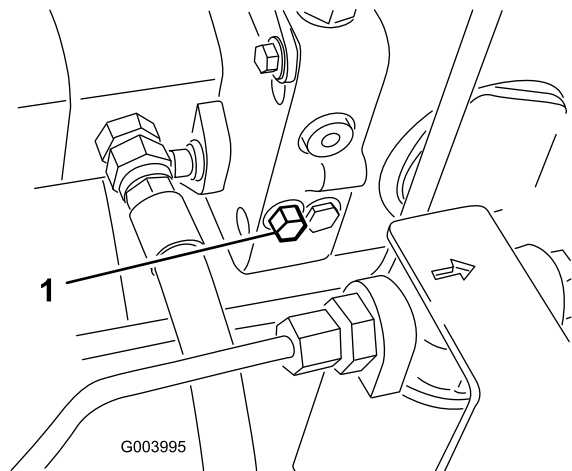

Figura 40
1. La válvula de desvío está situada en el lado izquierdo del hidrostato (Figura 40). Gire el perno una vuelta y media para abrirla y dejar pasar el aceite internamente. Puesto que el fluido se desvía, la máquina puede ser movida lentamente sin dañar la transmisión.